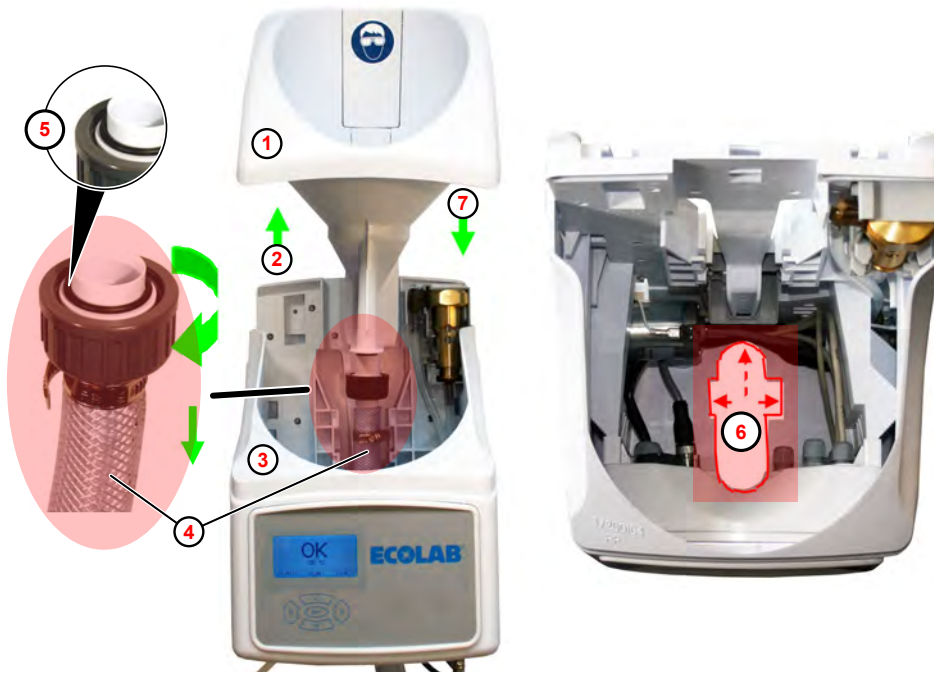

Abb. 16: Trichter demontieren
1. ▶ Trichter (Abb. 16 , ①) nach oben raus ziehen ② .
2. ▶ Trichter mitsamt Ablaufschlauch ④ nach oben aus dem Gehäuse ziehen.
4. ▶ O-Ring ⑤ von Hand reinigen.
6. ▶ Alle Verbindungsleitungen im Gehäuse vom Trichterschacht ⑥ fernhalten.
7. ▶ Trichter wieder von oben in das Gehäuse ③ einschieben ⑦ .
8. ▶ Ablaufschlauch ④ wieder am Trichter handfest aufschrauben.